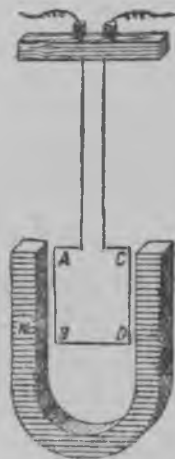

Рис. 102. Рамка токан ке магнитнойс поляс.
74. Рамка токан ке магнитнойс поляс. Сиёттамма подкован нә-гөзен магнитан магнитнойс полях ойгиэ углазен проволока виткан — ойгиэ углазен рамкан — и пиастаммә рамкуа мўоте токан (рис. 102).
2. Мин мойзес направленияс лийкуу рамка (рис. 102), если токка рамкас маткуау A -с C -х?